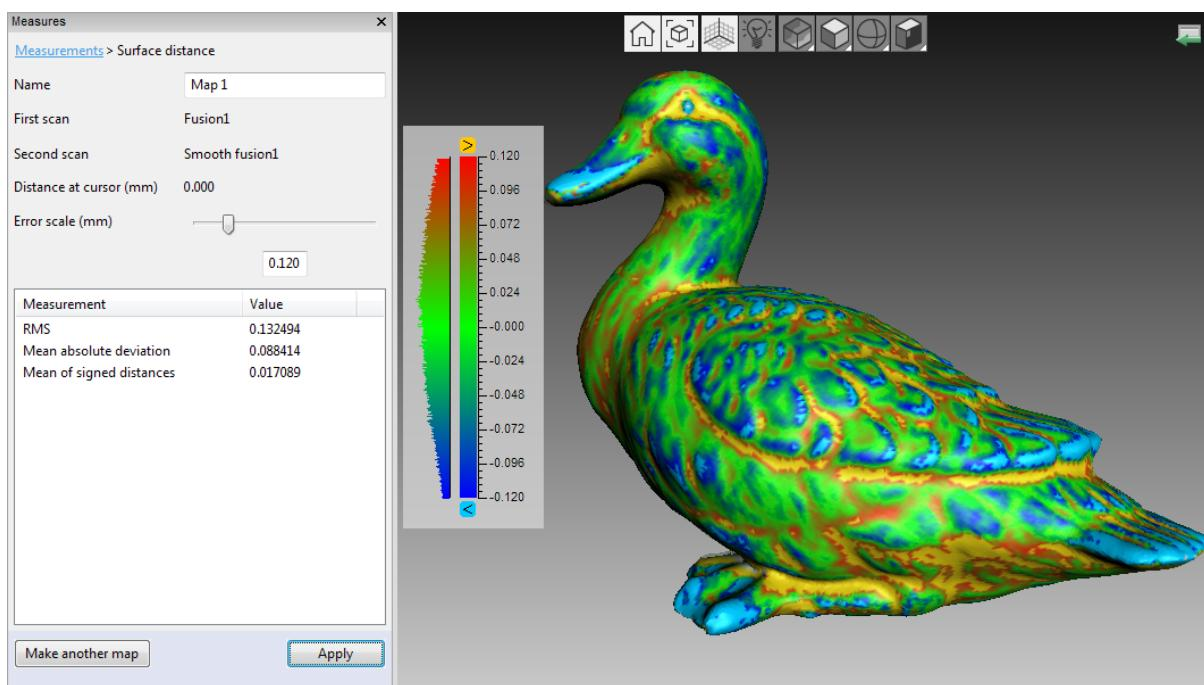

Рис. 9.13: Карта расстояний, рассчитанная для двух моделей
- Нажмите *Рассчитать*. Как только расчет завершится, в окне 3D вида появится карта расстояний наряду с результатами расчетов на панели *Измерения* (см. Рис. 9.13).